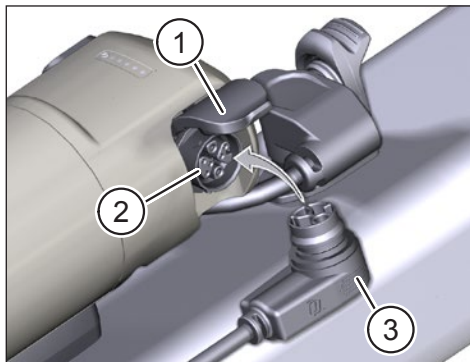

Fig. 3: Carga del extensor de rango
- ▶ Abra la tapa (Pos. 1 en Fig. 3) del puerto de carga del extensor de rango.
- ▶ Compruebe que los contactos del puerto de carga (Pos. 2 en Fig. 3) están libres de suciedad y límpielos si es necesario.
- ▶ Inserte el enchufe de carga (Pos. 3 en Fig. 3) del Charger en el puerto de carga del extensor de rango.